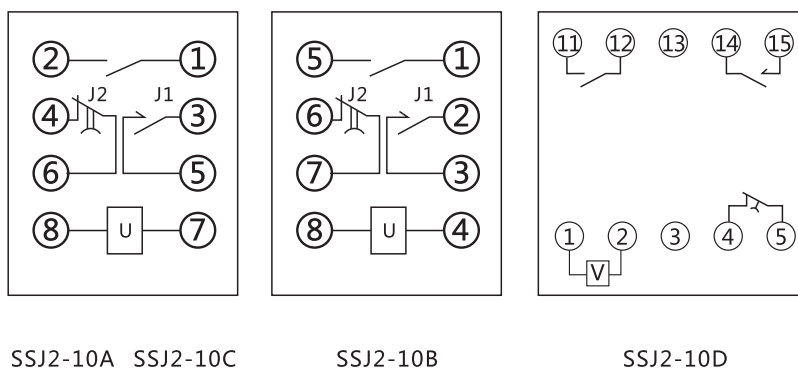

图3 继电器内部及端子接线图（背视）
继电器的内部及端子接线图如图3所示。图中触点为继电器失电后的状态，当端子⑦和⑧加上额定交流电压时（SSJ2-10B加在端子④和⑧上），瞬时触点J3瞬时闭合和终止触点J2瞬时断开的状态瞬时改变，滑过触点J1仍保持断开。当起⑦和⑧（SSJ2-10B端子⑤和⑧上）所加电压突然断电（失压）时，瞬动触点J3立即返回（断开），滑过触点J1在断电后延时 $t_1$ 后动作（闭合），动作后又自动断开。终止触点J2在断开后延时 $t_2$ 才返回（闭合），返回后触点状态如图3所示。 $t_1$ 和 $t_2$ 按上述方法用数字开关整定， $t_1$ 可以等于 $t_2$ ，也可以不相等。
附图 3	CJ-1 嵌入式后接线 A11K
附图 3	CJ-1 板前接线 A11Q
附图 3	CJ-1 凸出式板后接线 A11H